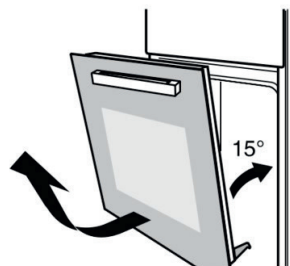

Abbildung 2
2. Schließen Sie die Backofentür, so dass sie um etwa 15 Grad geöffnet ist, heben Sie dann die Tür an und ziehen Sie sie langsam vom Backofen weg (siehe Abbildung 2).